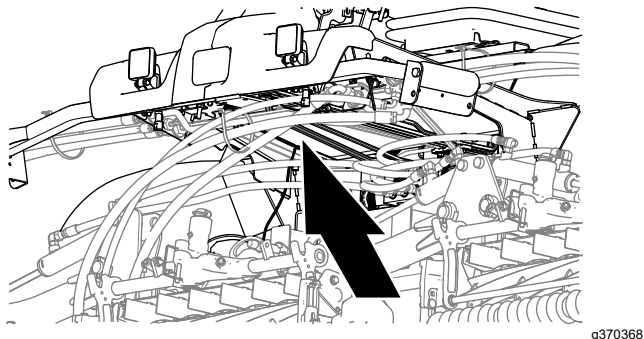
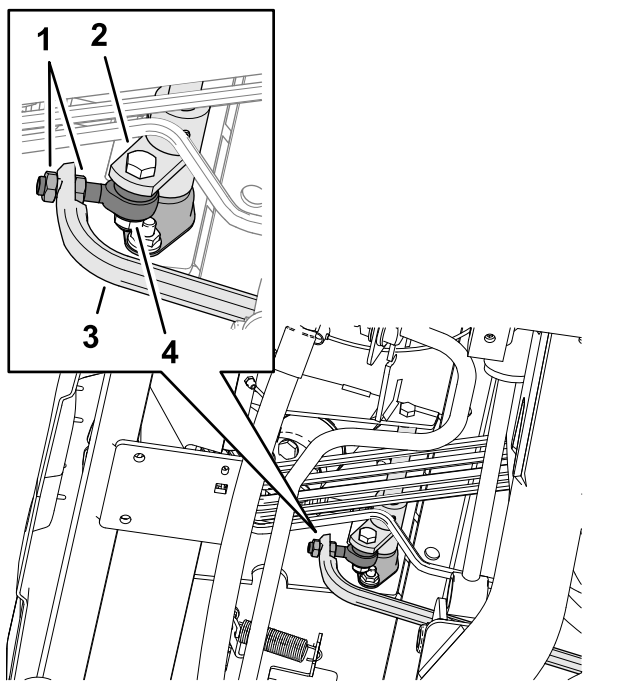

Рисунок 140
Рисунок 141
5. Отрегулируйте контргайки на конце штока, переместив шток привода вперед, чтобы предотвратить самопроизвольное медленное перемещение вперед, или назад, чтобы предотвратить самопроизвольное медленное перемещение назад (Рисунок 140 и Рисунок 141).